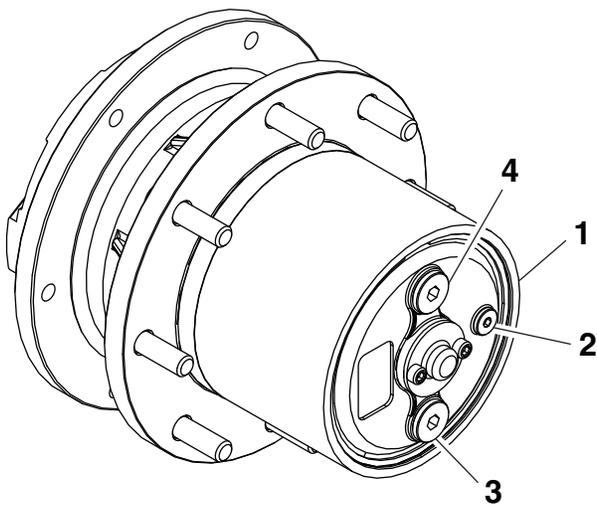

Figure 57
4. Déposez la roue et orientez le boîtier d'engrenages de manière à placer l'orifice de vidange en bas et l'orifice de remplissage en haut (Figure 57).
5. Placez un bac de vidange sous chaque orifice de contrôle (Figure 57).
5. Placez un bac de vidange sous chaque orifice. Retirez le bouchon de vidange, le bouchon de contrôle et le bouchon de remplissage pour permettre à l'huile de se vidanger (Figure 57).
6. Remettez en place le bouchon de vidange et ajoutez de l'huile jusqu'à ce qu'elle ressorte par l'orifice de contrôle (Figure 57).